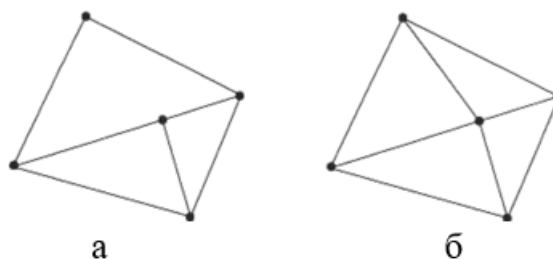

Рисунок 3 – Варианты тесселяции области 3D модели
1. Правило вершин – каждый треугольник должен иметь две вершины с соседними треугольниками (рис. 3). Это правило должно соблюдаться при проверке поверхности трехмерного объекта.
Вариант объединения полигонов на рисунке 3 а является недопустимой тесселяцией, тогда как рисунок 3 б приемлем.